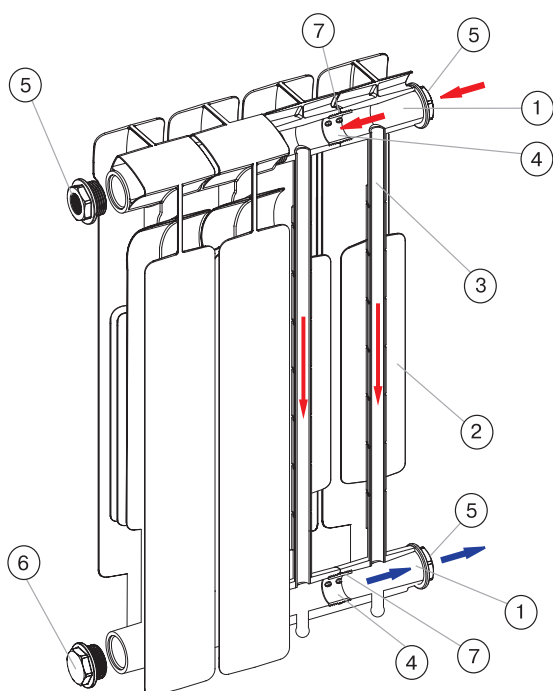

Рис. 5.
Секция алюминиевого радиатора STOUT VEGA (рис. 5) изготовлена из качественного алюминиевого сплава методом литья под давлением. Она представляет собой единый монолит из двух коллекторов (1) (верхнего и нижнего) и связывающего их оребрения (2), внутри которого проходит вертикальный канал овального сечения (3).